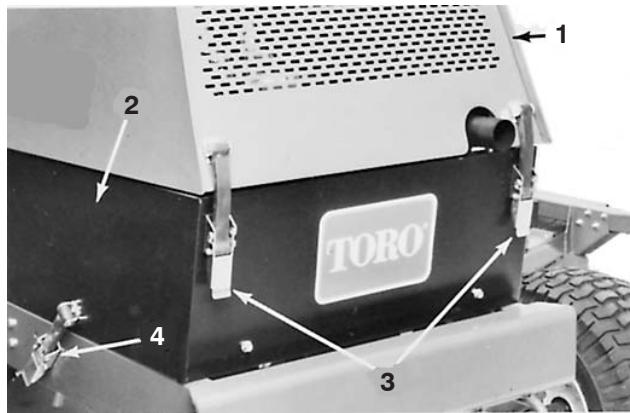

Figure 34
1. Déverrouillez, soulevez et calez le capot en position. Déverrouillez et déposez le panneau latéral gauche (Fig. 34). Vérifiez que la béquille de sécurité est bien engagée dans l'un des supports du capot.
1. Déverrouillez, soulevez et calez le capot en position (Fig. 34). Vérifiez que la béquille de sécurité est bien engagée dans l'un des supports du capot. Déverrouillez et déposez les deux panneaux latéraux (Fig. 34).